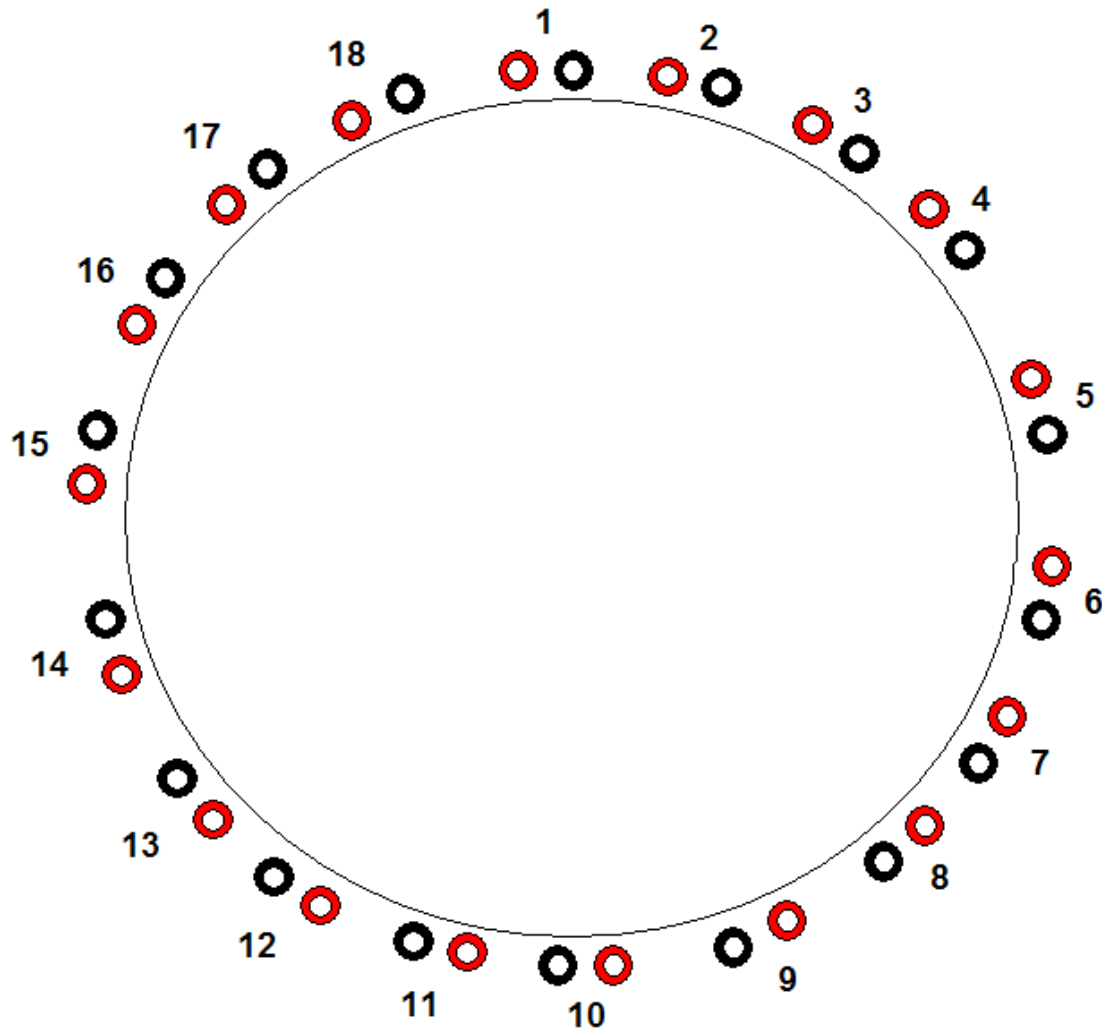

Figura 4 Esquema del estator de 18 bobinas.
2.- ¿Es posible que el estator de 18 bobinas opere con 12 caras polares (4 polos), utilizando todas las bobinas? De ser así haga el diagrama de conexión en utilizando la Figura 4.